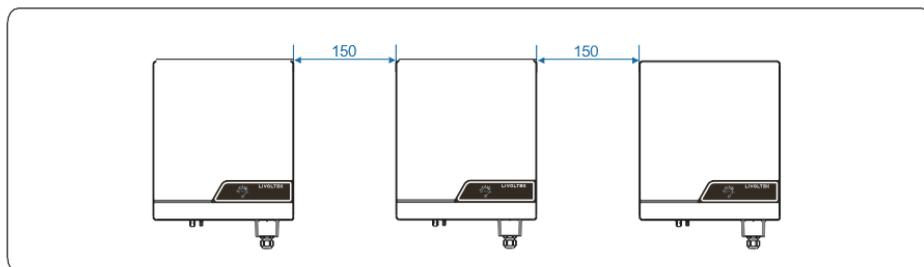

Figura 4.5 Instalação ao longo da mesma linha (unidade: mm)
- Ao instalar vários inversores, instale-os na mesma linha (como mostrado na Figura 4.5) se houver espaço suficiente disponível e instale-os no modo triângulo (como mostrado na Figura 4.6) ou no modo empilhado (como mostrado na Figura 4.7) se não houver espaço suficiente. Os modos de instalação garantem espaço suficiente para instalação e dissipação de calor.